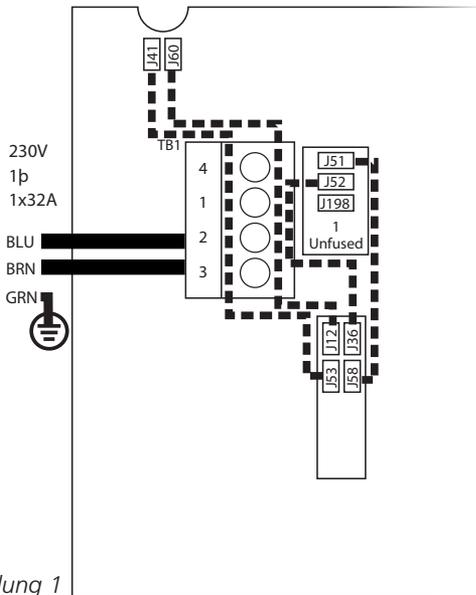

Abbildung 1
### WIE HERGESTELLT – EINZELSERVICE (Abbildung 1)
1. Entfernen Sie alle Überbrückungsdrähte, wie durch die gestrichelten Linien in Abbildung 1 (vorherige Seite) angezeigt.